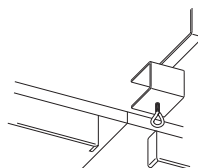

Figura 14
4. Asegure los postes al centro de la mesa y deslice la red sobre ellos. Ver Figura 14.